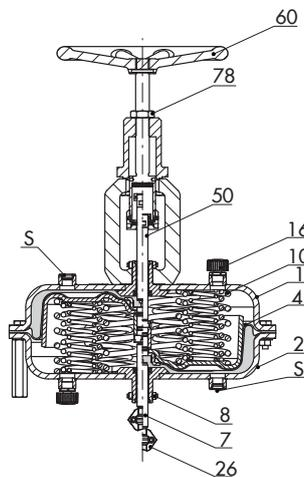

Fig. 11: Tipo 3271 con superficie de 750v2 cm² y volante manual adicional
- **Tipo 3271 o Tipo 3277 · Volante manual adicional** para accionamientos neumáticos con superficie de membrana de 175v2 a 750v2 cm² (Fig. 6, Fig. 11)